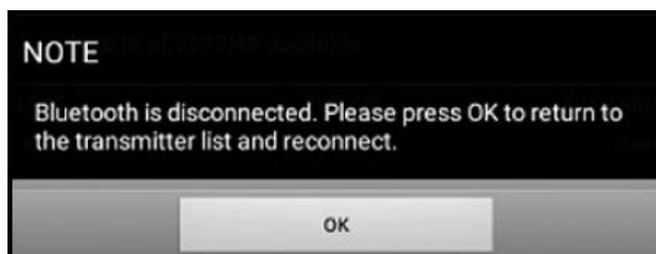

Рис. 109: Экран восстановления подключения передатчика
6. После перезагрузки передатчика появится сообщение, показанное на Рис.109 ниже. Щелкните кнопку ОК, чтобы снова подключить передатчик.